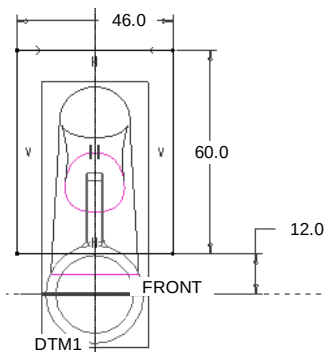

图 8.9.33 截面草图
- (1) 单击 **填充** 按钮；此时屏幕下方会出现操控板。
(2) 右击, 从菜单中选择 **定义内部草绘...** 命令。创建一个封闭的草绘截面。选取 DTM1 基准平面为草绘平面, 参考平面为 FRONT 基准平面, 方位为 **顶**, 绘制图 8.9.33 所示的截面草图。